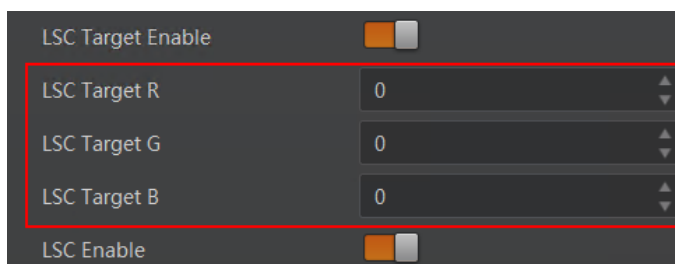

图12-11 部分型号彩色相机设置亮度值
- 部分型号的彩色相机通过 *LSC Target R/G/B* 参数对亮度值进行设置，如图 12-11 所示，具体请以实际参数为准。